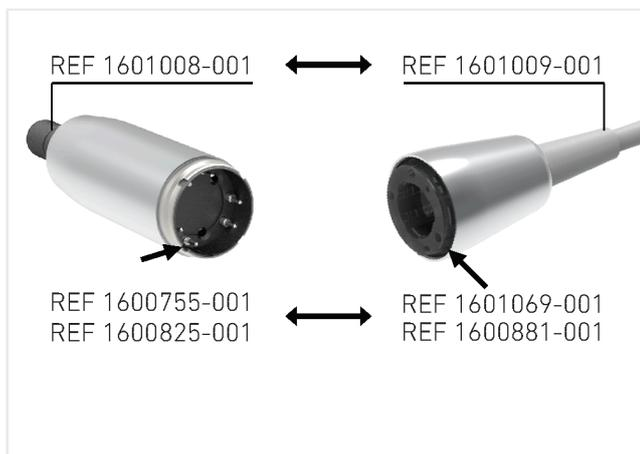

FIG. 2
1. I motori MOT MX-i REF 1600825-001 e MOT MX-i LED REF 1600755-001 sono assemblati con il cavo di alimentazione REF 1601069-001 e REF.1600881-001. FIG. 2.
2. Il motore MOT MX-i LED 3RD GEN REF 1601008-001 è assemblato con il cavo di alimentazione REF 1601009-001 come descritto in FIG. 2. Verificare che il retro del motore e il connettore del cavo siano puliti e asciutti .
3. Posizionare il motore e il suo cavo proprietario come illustrato nella FIG. 2 (il localizzatore deve essere rivolto verso il foro). Ruotarlo per trovare la posizione esatta e spingere il motore all'interno. FIG. 3.